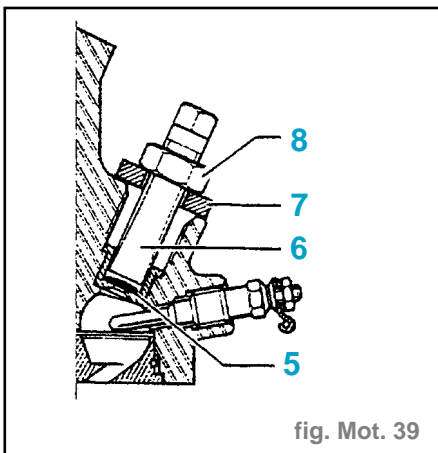

fig. Mot. 39
- les porte-injecteurs (1) en utilisant la douille (réf. 0149),
- les rondelles d'étanchéité (2),
- les rondelles pare-flammes (3).
- Obstruer le trou (5) du protégé-injecteurs avec de la graisse (fig. Mot. 39).